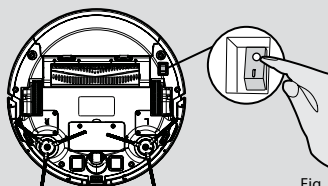

Fig. 9
Tænd for støvsugerrobotten med tænd/sluk knappen i bunden ( I ). [Fig. 9] Placer den foran opladningsstationen.
1. Tryk på TÆND/SLUK knappen på bunden af robotten. [Fig. 9]